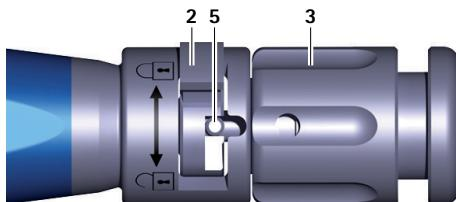
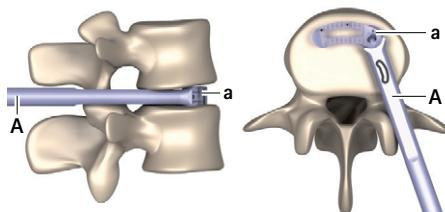

Fig. 3 Vista da vicino, strumento inseritore, interruttore chiuso
Fig. 11 Impianto in posizione finale
- ▶ Ruotare l'interruttore **2** verso destra (direzione **A**), vedere Fig. 3.
- ▶ Ruotare il dado girevole **3** in senso antiorario (direzione „forward”), finché il pin **5** non si trova completamente nell'interruttore **2**, vedere Fig. 3. Assicurarsi che il pin **5** nell'interruttore **2** non si blochi.
- ▶ Ruotare l'interruttore **2** verso destra (direzione **B**), vedere Fig. 3.
- Non appena viene raggiunta la posizione finale (vedere Fig. 11): Ruotare il dado girevole **3** in senso antiorario (direzione „forward“), finché il pin **5** non si trova completamente nell'interruttore **2**, vedere Fig. 3. Assicurarsi che il pin **5** nell'interruttore **2** non si blocchi.
- ▶ Ruotare l'interruttore 2 verso destra (direzione ①), vedere Fig. 3.